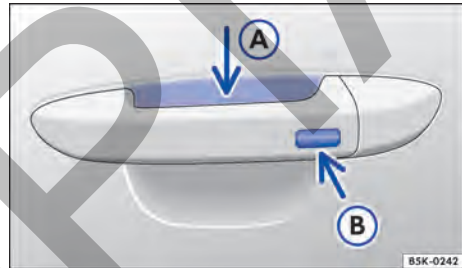

Fig. 52 Keyless Access: superficies del sensor.
- Tocar el sensor → fig. 52 (A) en la parte interna de la manilla de la puerta del conductor o de la puerta del acompañante delantero.
- Tocar la superficie del sensor → fig. 52 (B) en la parte externa de la manilla de la puerta del conductor o de la puerta del acompañante delantero *una vez*.
- Además, dentro de 5 segundos, toque una vez en el sensor en el exterior de la manilla de la puerta → fig. 52 \(B\).
Para la **apertura de confort** de todos los vidrios eléctricos empujar la manilla de la puerta y mantener presionados, al mismo tiempo, el sensor de la parte interior de la manilla → fig. 52 \(A\) y la superficie del sensor \(B\).
Para el **cierre de confort** de todos los vidrios eléctricos mantenga un dedo durante unos segundos sobre la superficie del sensor → fig. 52 \(B\) en el lado exterior de la manilla de la puerta del conductor o del acompañante delantero hasta que los vidrios estén cerrados.
Un fuerte chorro de agua o de vapor puede activar las superficies de los sensores en las manillas si, al mismo tiempo, una llave del vehículo válida está en el área de aproximación. Si al menos un vidrio está abierto y la superficie del sensor → fig. 52 \(B\) en una manilla de la puerta se activa permanentemente, todos los vidrios se cerrarán. Si el chorro de agua o de vapor se aleja brevemente de la superficie del sensor → fig. 52 \(A\) de una manilla de la puerta y se vuelve a dirigir hacia ella, posiblemente todos los vidrios se abrirán.